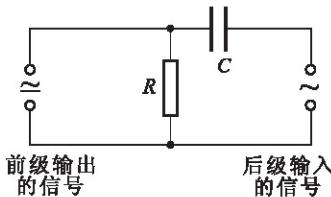

图 2-4-5 隔直电容：直流不能通过电容器 C ，只能经电阻 R 形成回路
在电子技术中，各类信号放大系统中常常需要把交流信号送到下一级，但要求各级之间直流互不干扰。为此，可以在两级电路间串联一个电容器来阻止直流成分通过，如图 2-4-5 所示。具有这种用途的电容器叫隔直电容。
1. 如图 2-4-5 所示，若传输的信号是音频信号时，使用的隔直电容为 C_1 ；若传输的信号是视频信号时，使用的隔直电容为 C_2 。则 C_1 和 C_2 相比，哪个较大？为什么？已知视频信号频率远大于音频信号频率。
2. 如图 2-4-5 所示，经隔直电容 C 后的输入信号中除了有用的信号以外，尚含有无用的高频成分，为去掉无用的高频成分，可以再加一个旁路电容 C' 。
- (1) 在图 2-4-5 中画出所加的旁路电容 C' 。
- (2) C 与 C' 相比，哪一个较大？为什么？